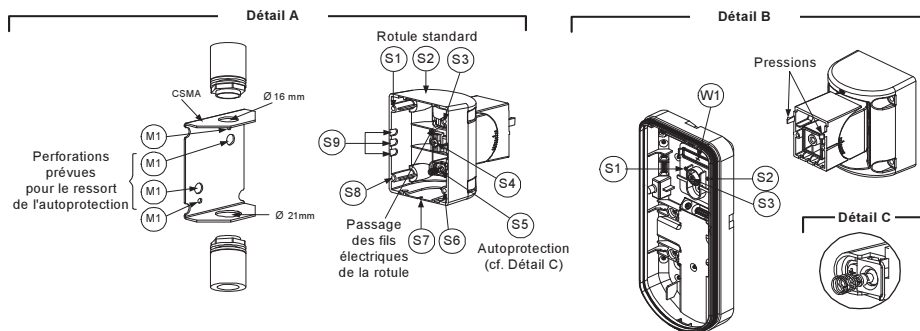

Figure 7
3. Percez les entrées pré-percées du socle externe (Figure 7, Détail B)
4. Retirez de la rotule la pastille requise pour son branchement électrique S2, S7 ou S9 (Figure 7, Détail A).
5. Retirez l'autoprotection arrière du socle interne (cf. § "Changement de position de l'Autoprotection arrière") et reliez-la au point S5 (Figure 7, Détail A) de la rotule standard.
- a. Introduisez les fils électriques externes à travers les pastilles pré-percées S2, S7 ou S9 et faites-les ressortir (y compris les fils de l'autoprotection) par le passage de la rotule prévu à cet effet (Figure 7, Détail B).
(à l'aide de l'adaptateur rotule métallique pour conduit - CSMA) (Figure 7, Détail A)
- Insérez les câbles externes et les fils électriques de l'autoprotection en partant du conduit et en passant par le passage de la rotule prévu à cet effet (Figure 7, Détail A).
Le ressort de l'autoprotection S5 (figure 7) doit toucher le mur à travers les entrées prévues à cet effet M2 ou M3 dans le CSMA. Assurez-vous d'entendre un "clic" venant de l'autoprotection lorsque vous l'accrochez au mur.
- Insérez les fils électriques de l'autoprotection ainsi que les câbles externes en partant de la rotule standard et en passant par la pastille pré-percée W1 du socle externe (Figure 7, Détail B).
9. Fixez le socle externe à la rotule à l'aide de deux vis passant par les pastilles pré-perçées S1 et S2 (Figure 7).
10. Introduisez la vis de fixation d'angle fournie en partant du socle externe et en passant par la pastille pré-perçée S3 de la vis de fixation d'angle, située sur le socle externe, pour atteindre la rotule standard (Figure 7).